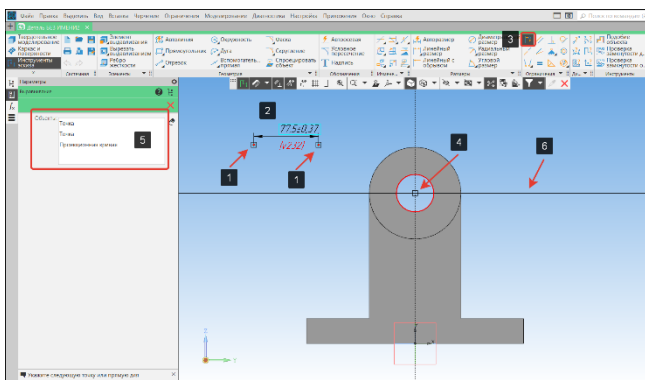

Рисунок 72 – Выравнивание точек по горизонтали
• На внешней стороне вилки создадим эскиз с двумя точками (1) и образмерим согласно чертежу «Вилка» (Рисунок 72). В дальнейшем точки будут использоваться для привязки резьбовых отверстий;
- На панели Ограничения выберем команду Выравнивание (3) (Рисунок 72);
- Укажем точки (1) и центр окружности (4), затем укажем горизонтальную (6) прямую на которой должны лежать объекты. Для удобства редактирования все точки отображаются в окне объекты (5) (Рисунок 72);